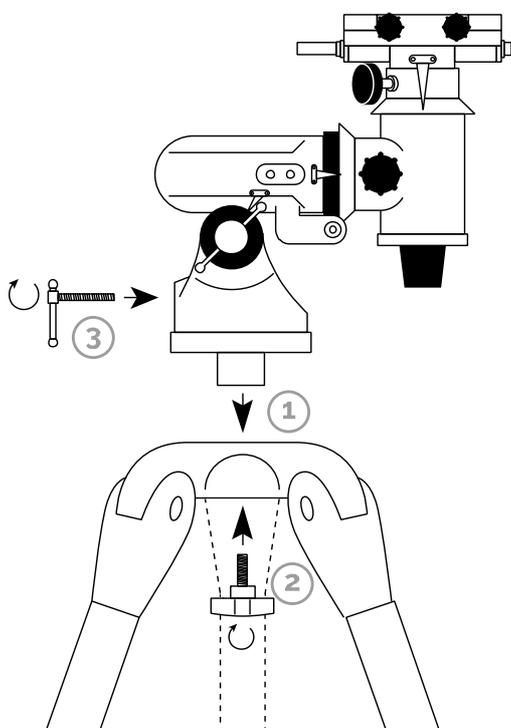

Fig. 4
- Desserrer légèrement la vis de fixation de la monture sur le trépied (n°2, fig.4) pour permettre une rotation sur l'axe azimutal (**AZ.**).
- Resserrer la vis de fixation de la monture (n°2, fig.4).